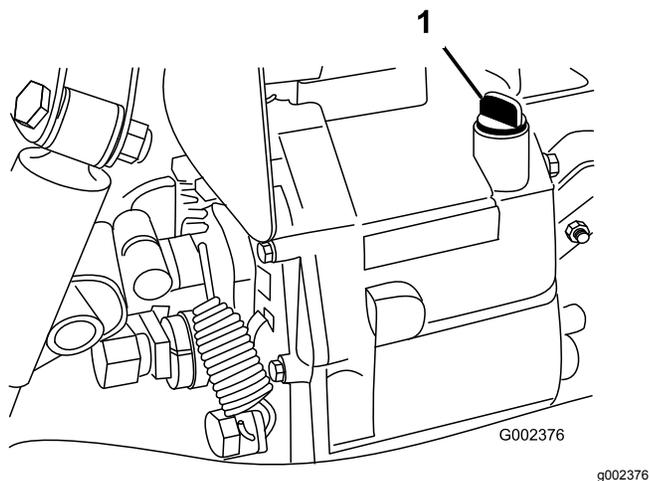

図 20
2. ディップスティック取り付け部の周辺をきれいにぬぐう 図 20。